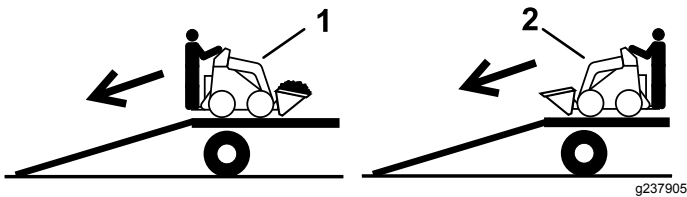

Bild 14
2. Fahren Sie beim Entladen vom Anhänger mit dem schweren Ende der Maschine auf die Rampe und befördern Sie Lasten niedrig (Bild 14).